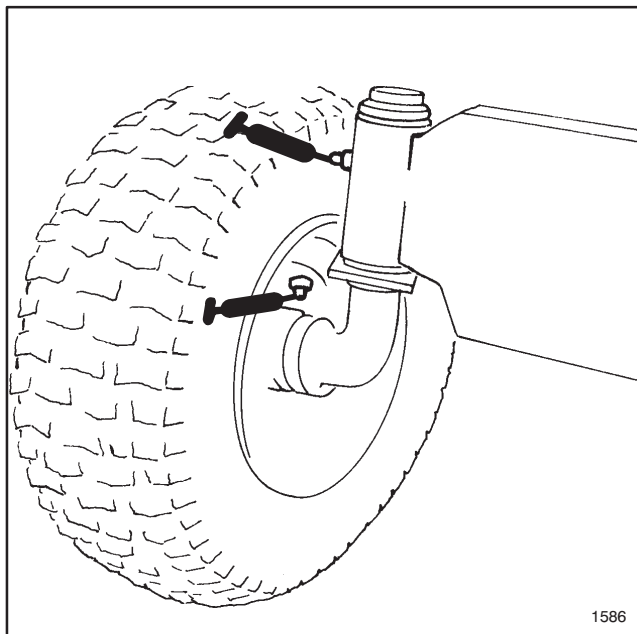

Figure 8
1. Essuyer les graisseurs des fuseaux et des roues (Fig. 8) à l'aide d'un chiffon propre. Gratter la peinture qui pourrait se trouver sur les graisseurs.
2. Graisser les deux fuseaux avec de la graisse universelle No. 2 (Fig. 8). Actionner le pistolet graisseur jusqu'à ce que la graisse déborde du fuseau. Essuyer tout excès de graisse.
3. Graisser les deux roues avant avec de la graisse universelle No. 2 (Fig. 8). Presser environ quatre fois le pistolet graisseur. Essuyer tout excès de graisse.